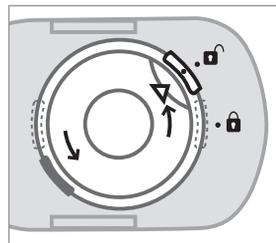

Рис. 2
3. Расположите аэрозольную камеру вертикально на столе. Отсоедините верхнюю часть аэрозольной камеры от самой камеры. Для этого поверните крышку аэрозольной камеры против часовой стрелки, так, чтобы маркер «▶●» указывал на «.🔒» (рис. 2). Потянув крышку аэрозольной камеры вверх, извлеките ее.